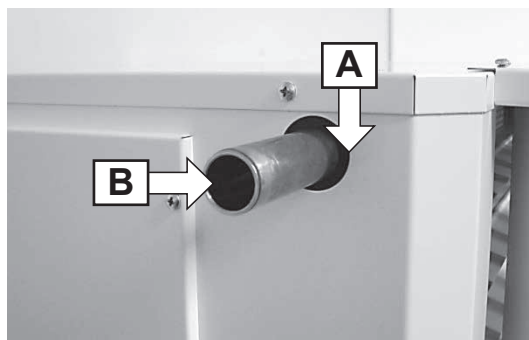

Bild 21
8. Vid anslutning med klämringsskoppling skall stödhylsa användas pga. att kopparrören är mjukglödgade. Kontrollera att istoppad stödhylsa sitter i enl. pil B bild 21. Montera klämringsskopplingen och drag åt enl. tillverkarens anvisningar.